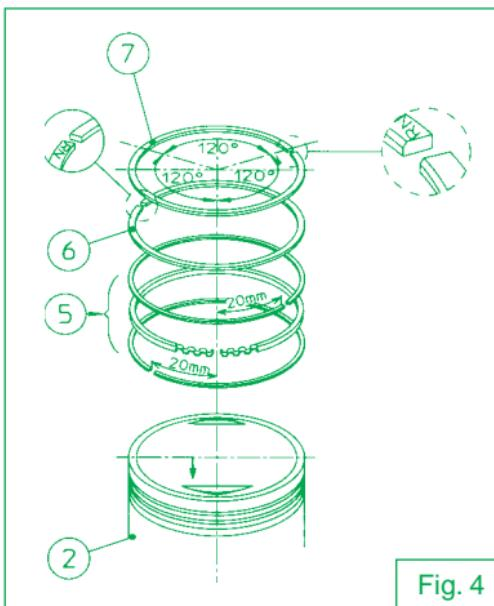

Fig. 4
ATTENTION: Le segment racleur est composé de deux segments d'épaisseur 0,35 mm et d'un ondulé. Tous les trois doivent être assemblés dans le même siège du piston; le segment ondulé doit être positionné entre les deux autres. Suivre attentivement les indications dont au Fig. 4.
- 5) Tourner les segments sur le piston et les positionner d'après le Fig. 4.